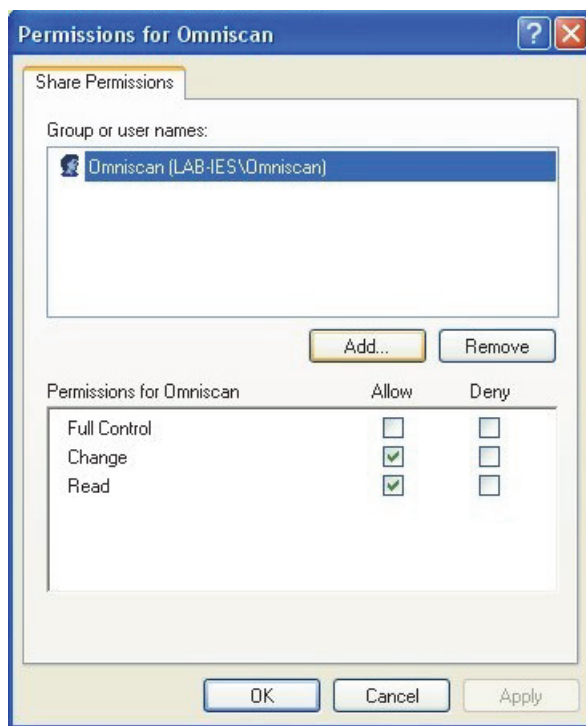

Рис. 7-17 Окно Разрешения для Omniscan (Windows XP)
11. Вернувшись в окно **Permissions for Omnicar** (Разрешения для Omnicar), выберите **Change** (Изменить) и **Read** (Чтение) в колонке **Allow** (Разрешить) и щелкните **ОК** (см. Рис. 7-17 на стр. 230).